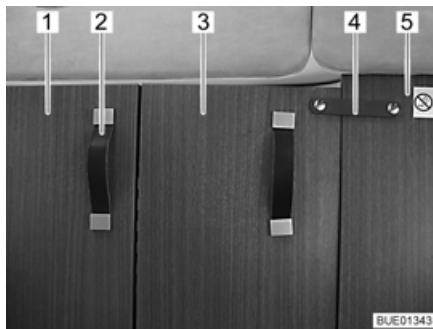

Bild 53 Fahrerhausabtrennung, geschlossen
- Fahrerhausabtrennung (Bild 53,1) am Griffband (Bild 53,2) ganz nach innen ziehen.
- Den klappbaren Teil der Fahrerhausabtrennung (Bild 53,3) mit dem Sicherungsband (Bild 53,4) an der festen Zwischenwand (Bild 53,5) hinter dem Beifahrersitz befestigen.